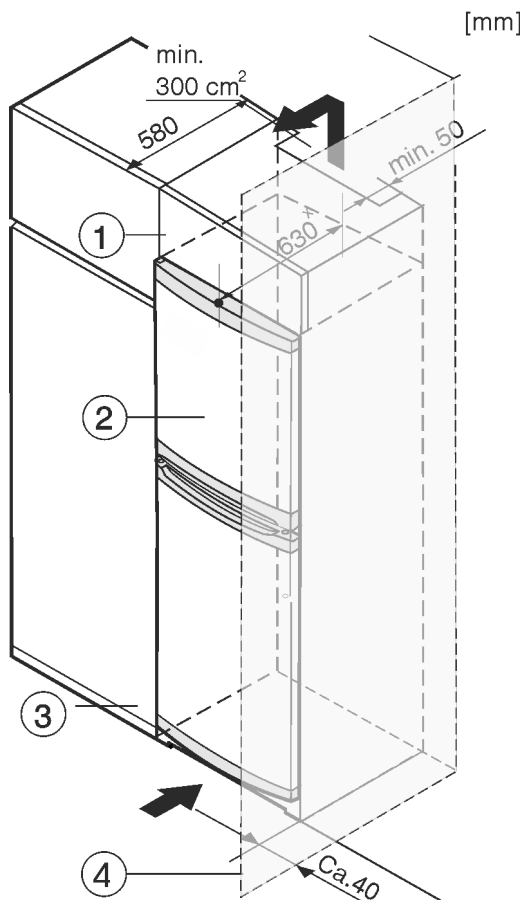

Fig. 8
Zariadenie môže byť zabudované medzi kuchynskými skriňami. Aby sa zariadenie *Fig. 8 (2)* prispôbilo výške kuchynskej linky, môže sa nad zariadením umiestniť nadstavňá skrinka *Fig. 8 (1)*.
Pri vstavaní s kuchynskými skriňami (hĺbka max. 580 mm) je možné zariadenie inštalovať priamo vedľa kuchynskej skrine *Fig. 8 (3)*. Zariadenie vyčnieva nabok 34 mm \* a v strede zariadenia 50 mm \* oproti prednej časti kuchynskej skrine.
Ak je zariadenie umiestnené so zavesením vedľa steny *Fig. 8 (4)*, vzdialenosť medzi zariadením a stenou musí byť minimálne 40 mm. To zodpovedá presahu držadla pri otvorených dverách.